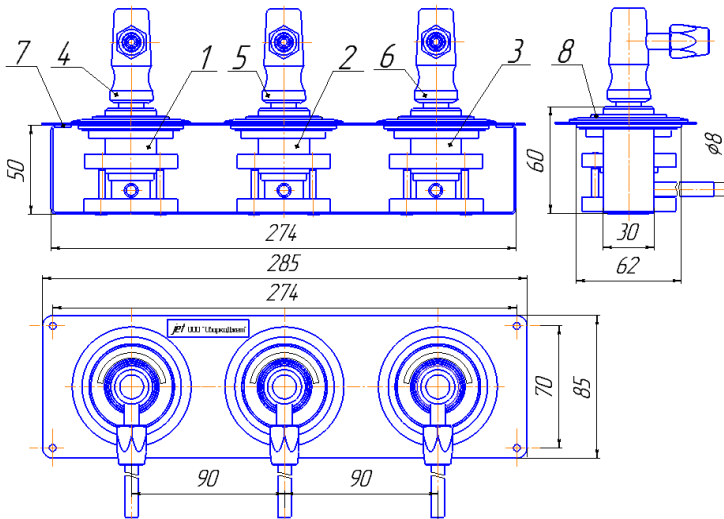

Рис.1 СКБ-1 ДЖЕТ 429 00 00 00
4.1 СКБ-1 в сборе (см. рис.1) состоит из трех клапанов газовых 1, 2, 3, трех штекеров газовых 4, 5, 6, панели 7.
4.6. Для выключения СКБ-1 необходимо нажать до упора на соответствующую планку запорную 8 (см. рис.1) и вынуть штекер газовый из клапана газового.
5.1 Для установки СКБ-1 см. рис.1 необходимо: